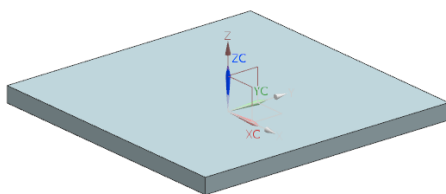

图 2-20 创建基本突出块特征
(3) 在“突出块”对话框中单击按钮创建基本突出块特征, 如图 2-20 所示。